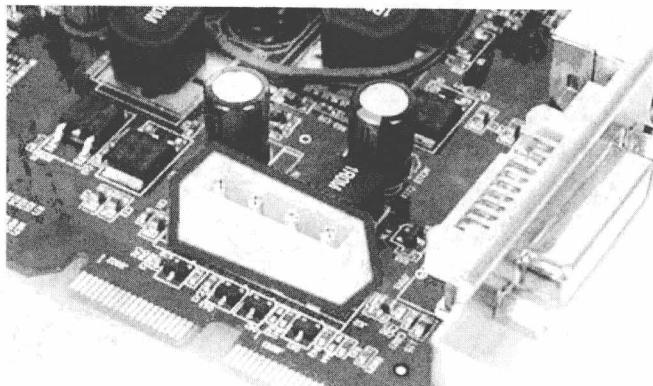

图 0-1 PCB 固定、装配电子元器件图
① 提供各种电子元器件（如集成电路、电阻、电容等）固定、装配的机械支持，如图 0-1 所示。